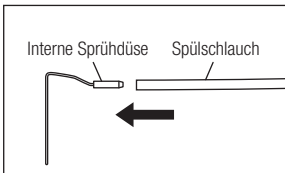

Abb. 7
- 2) Verbinden Sie die externe Wasserdüse fest mit der internen Sprühdüse. (Abb. 7)